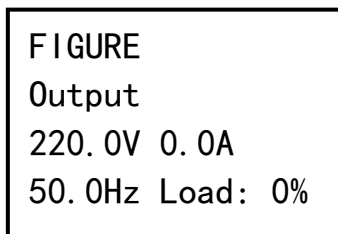

Рисунок 8
- параметры выходного напряжения и величину нагрузки в процентах (см. рисунок 8);